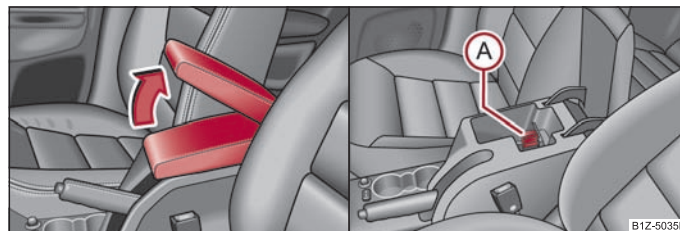

Fig. 75 Cotiera: Torpedoul / Răcirea torpedoului
- Deschideți capacul cotierei în sensul săgeții ⇒ fig. 75 - stânga.